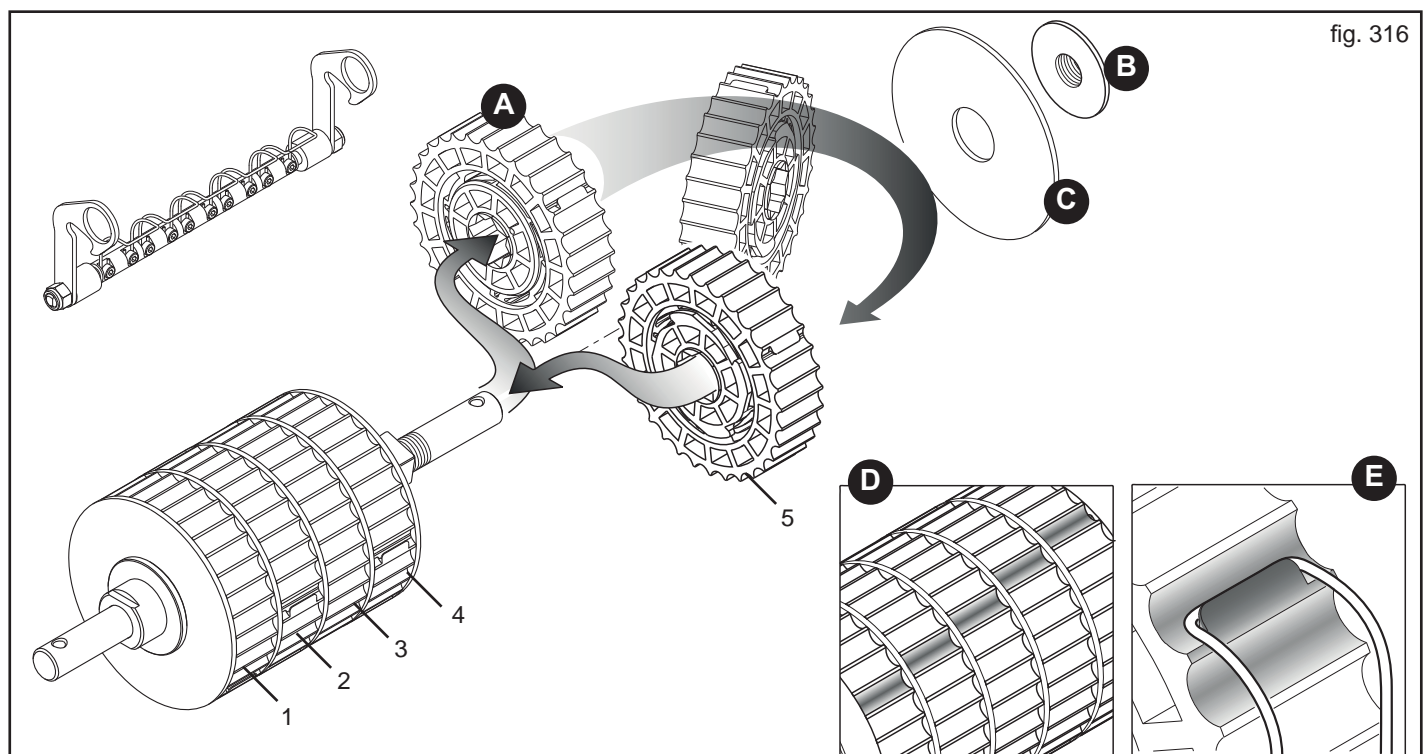

fig. 316
Premesso che ogni settore (A, Fig. 316) distribuisce il 20% di prodotto dell'intero rullo dosatore, è possibile aumentare i settori in lavoro e ridurre rispettivamente la velocità di rotazione del cambio, ottenendo una distribuzione omogenea.
Dopo aver smontato il rullo di dosaggio dall'attrezzatura, svitare il pomello (B, Fig. 316) e togliere la ghiera di bloccaggio (C). Sfilare il settore o i settori da escludere e rimontarli capovolti di 180° **rispettando le posizioni** (1-2-3-4-5, Fig. 316).
Nel rimontare i settori, fare in modo che in condizioni di lavoro quelli attivi presentino le camere sfalsate una dall'altra (D, Fig. 316), per garantire continuità alla distribuzione.
Bloccare l'elemento pulitore nella posizione di lavoro, verificando che le molle non aggancino i settori precedentemente capovolti (E, Fig. 316) impedendone la rotazione e quindi la distribuzione.